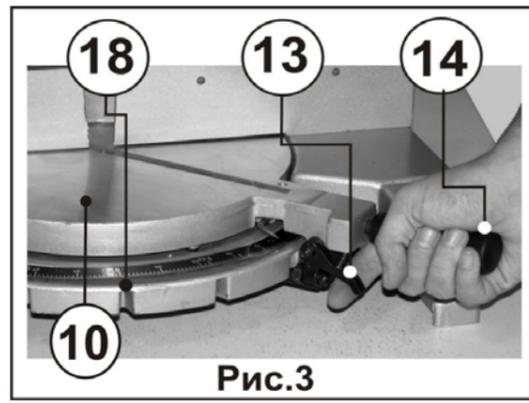

Рис.3
**8.2. Поворот стола в положение 0°, (рис.3)**
- Ослабьте ручку фиксации поворотного стола (14) на 1 оборот поворотом ее против часовой стрелки и потяните за курок плунжера (13) в соответствии с рисунком. Вращайте поворотный стол (10) влево до фиксации плунжера в упоре (18), соответствующем 0°. Зафиксируйте положение ручкой фиксации (14).
Ваша пила может пилить под любым углом от прямого - 90° до 47° влево или вправо (по показаниям шкалы). Ослабьте ручку фиксации поворотного стола (14), потяните за курок плунжера (13) и поверните стол (10), Рис.3, на желаемый угол. **Затяните ручку фиксации поворотного стола (14), Рис.3.**
Пила снабжена фиксаторами плунжера в упоре (18) под углом 0°, 22,5° и 45° влево и вправо. Поворачивайте ручку фиксации поворотного стола (14) до тех пор, пока плунжер не войдет в один из фиксаторов (18), три из которых видны на Рис.3. **Затяните ручку фиксации поворотного стола (14), Рис.3.**
Для снятия со стопора потяните курок плунжера (13), Рис.3.
**ПОМНИТЕ: ВСЕГДА ЗАТЯГИВАЙТЕ РУЧКУ ФИКСАЦИИ ПОВОРОТНОГО СТОЛА (14) ПЕРЕД ПИЛЕНИЕМ, Рис.3,**